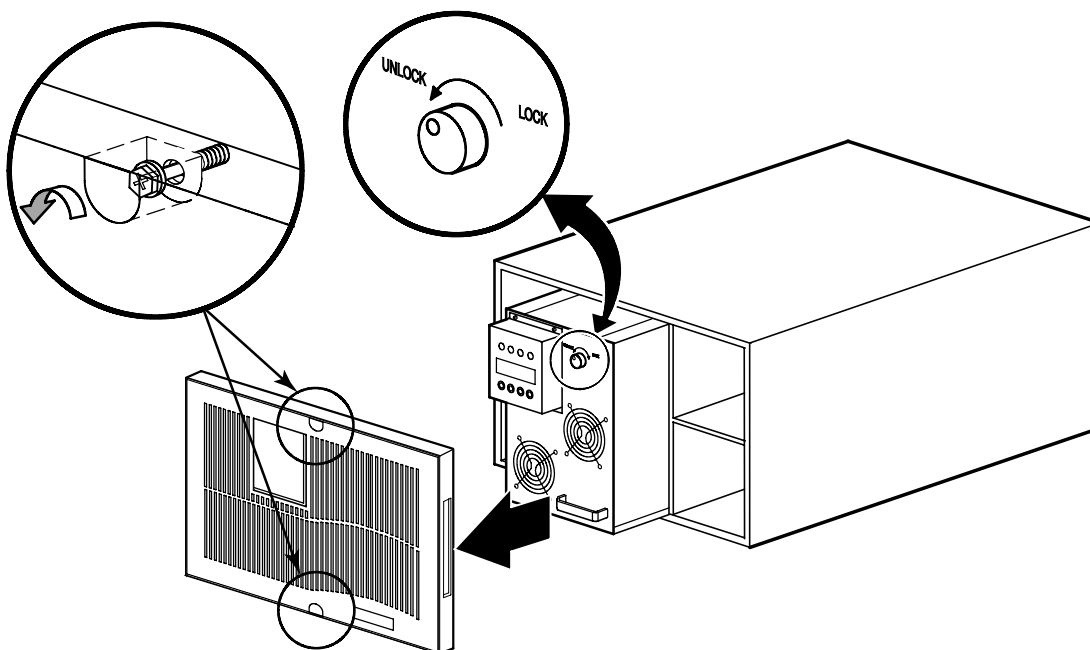

Rysunek 2. Dokręcanie szyny po dostosowaniu głębokości (pokazano prawy zespół szyny)
4. Po dostosowaniu głębokości szyny zamontować cztery śruby maszynowe M4 oraz cztery przeciwnakrętki M4 w środkowej części zespołu szyny. Dokręcić 7-milimetrowym (9/32 cala) kluczem do nakrętek. Patrz Rysunek 2.